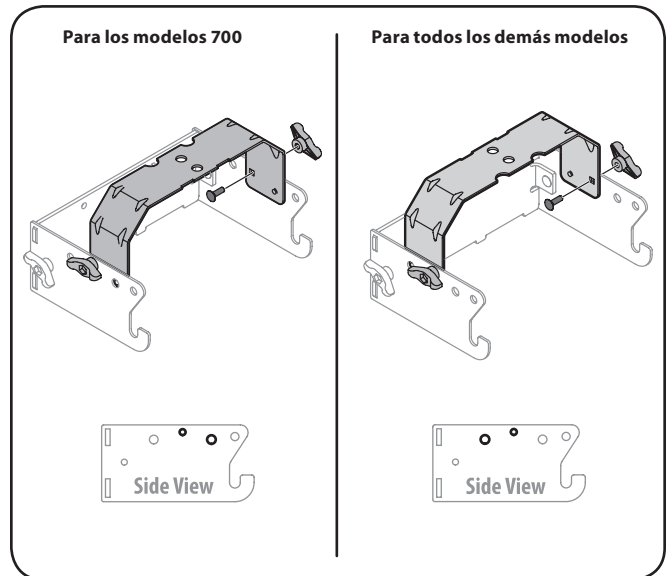

Figura 4-4
2. Dé la vuelta montaje y montar el soporte de enganche para el conjunto de montaje como se muestra en la Figura 4-4.
para todos los otros modelos. La ménsula de soporte de enganche se debe voltear para poder alinear los orificios pertinentes de acuerdo con el modelo de la máquina en que se instale esta embolsadora. Vea la Figura 4-4.